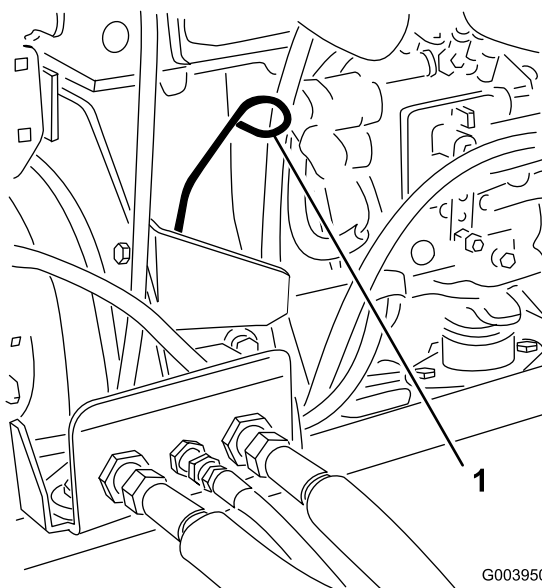

Figure 31
3. Retirez la jauge, essuyez-la sur un chiffon et remettez-la en place (Figure 31).